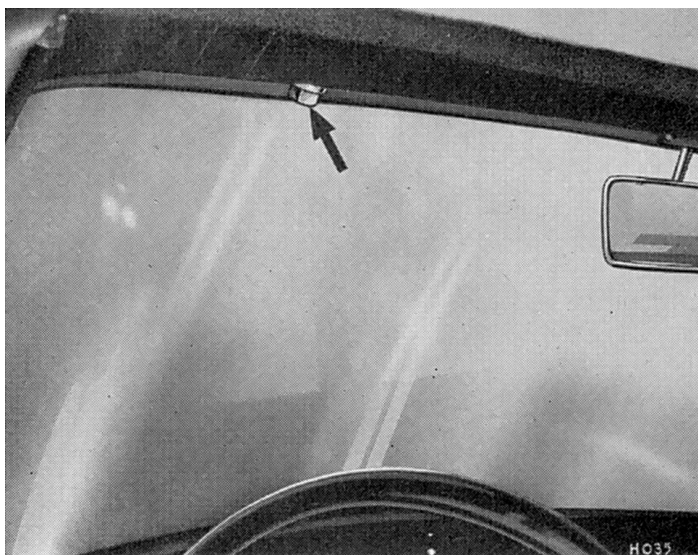

Fig. 52. Top header rail attachment
1. Retirer les boulons à tête bombée avec leurs rondelles retenant l'avant du hard-top à l'encadrement de pare-brise (Fig. 52).